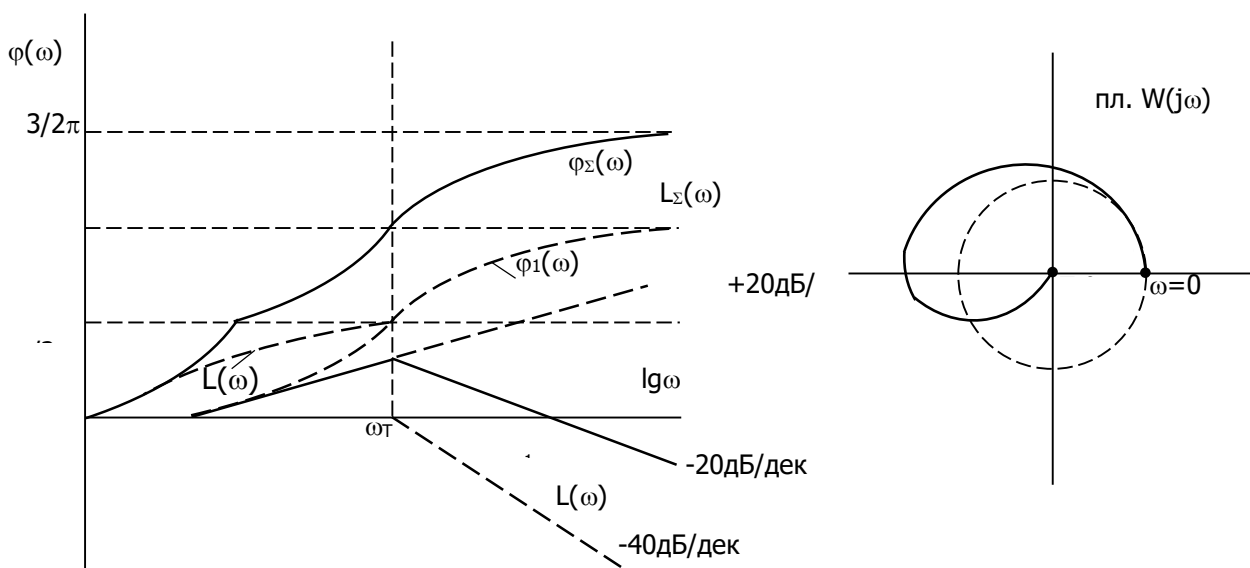

Рис. 2
2. Строим качественно логарифмические частотные характеристики составляющих типовых звеньев и, суммируя их, определяем результирующие характеристики исследуемого звена (рис. 2,а).
3. По полученным логарифмическим характеристикам звена качественно строим его амплитудно-фазовую характеристику (рис. 2,б).